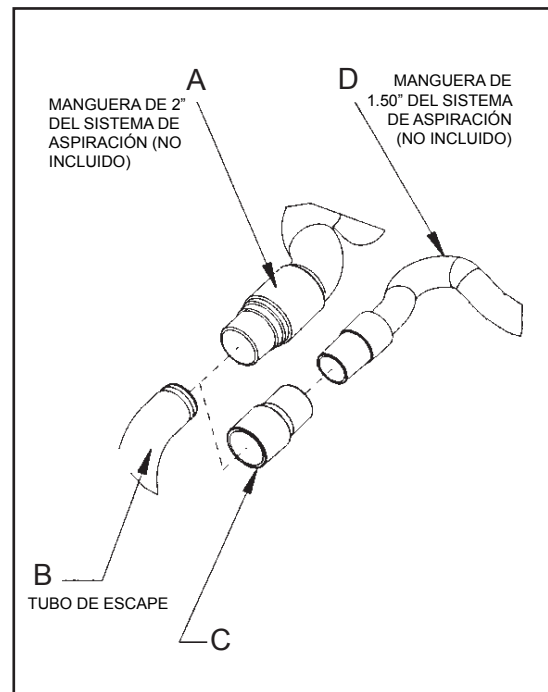

Figura 1
1. Instale el extremo de manguera de 2" (figura 1, A) directamente sobre el tubo de escape (figura 1, B).
1. Instale el adaptador del extremo de manguera de 2" x 1 1/2" (Nº de pieza 30563A) (figura 1, C) sobre el tubo de escape (figura 1, B).
2. Inserte el extremo de manguera de 1 1/2" (figura 1, D) en el adaptador (figura 1, C).